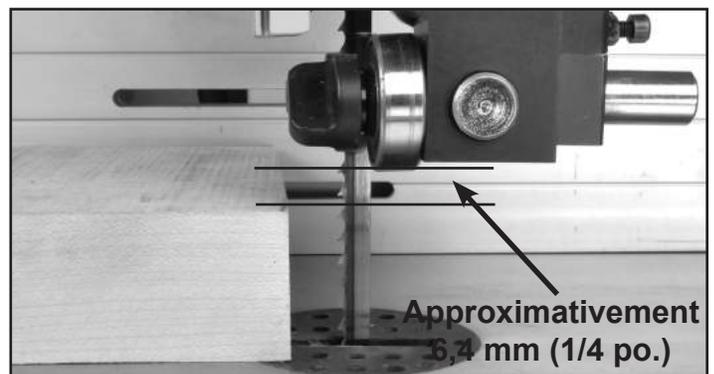

FIGURE 28
**REMARQUE :** Avant de découper, réglez les roulements du guide supérieur à environ 6,4 mm (1/4 po.) au-dessus de la surface supérieure de la pièce de travail. Cette action donnera le meilleur contrôle de la lame. Fig. 28.